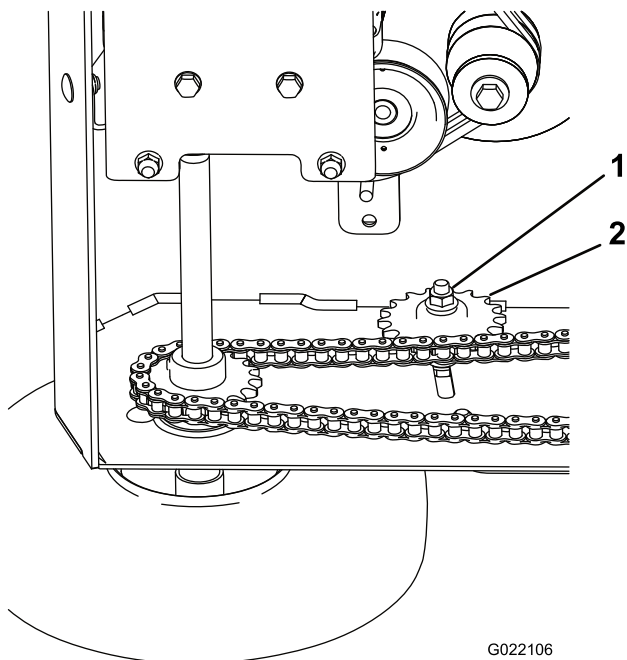

Figura 33
- Afloje la tuerca que sujeta el piñón tensor de la cadena (Figura 33).